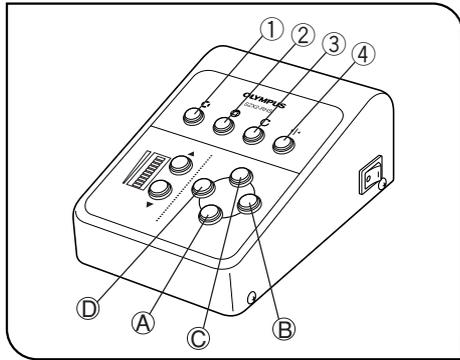

図 8
(図8,9)
(操作ボタン①～④と照明位置◎～◎の対応は図8,9をご参照ください)